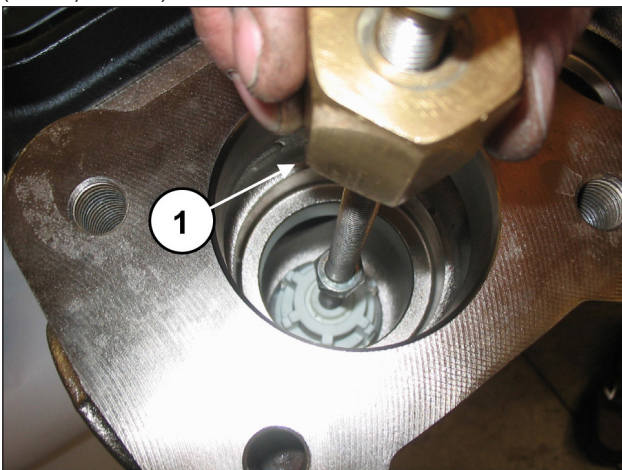

Abb. 84
Entfernen Sie die Druckventilgruppe mithilfe eines Abziehers mit Schlagwerk an der Bohrung M10 der Ventilführung (Pos. ①, Abb. 84).